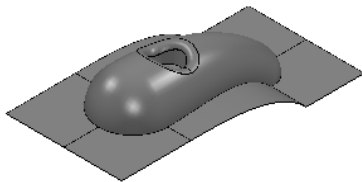

图 2-116 打开范例文件
2) 选择下拉菜单中的“文件”→“范例”命令，弹出“打开范例”对话框，选择“cowling.dkg”（“随书光盘：\第2章\exercise15\uncompleted\cowling.dkg”）文件，单击“打开”按钮即可，如图2-116所示。